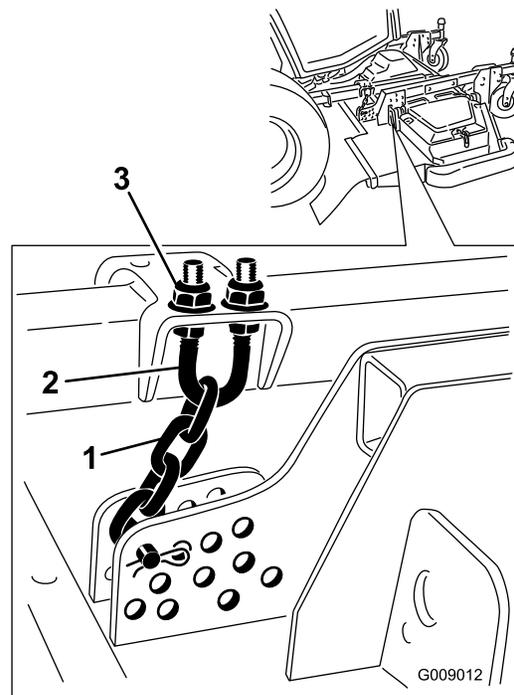

**Рисунок 139**
- Поверните каждый нож так, чтобы он был направлен прямо вперед (Рисунок 139).